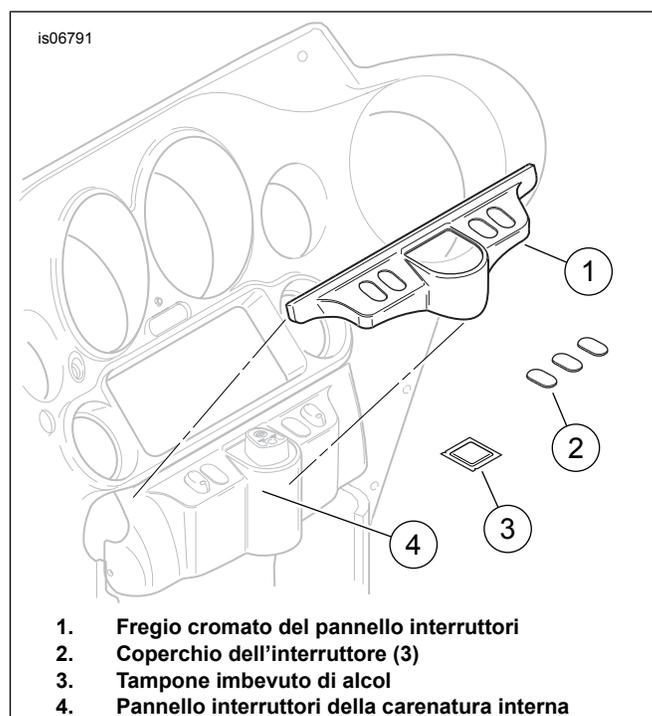

Figura 1. Installazione del fregio cromato del pannello interruttori
1. Vedere Figura 1. Prendere dal kit il tampone detergente (3). Aprire la confezione e utilizzare il tampone per pulire a fondo la parte superiore e laterale del coperchio della carenatura interna (4) da eventuale sporco o grasso.
2. Sul retro del fregio cromato (1), staccare con l'unghia i rivestimenti dell'adesivo per attivarlo. Staccare entrambi i rivestimenti dalle superfici adesive del fregio cromato.